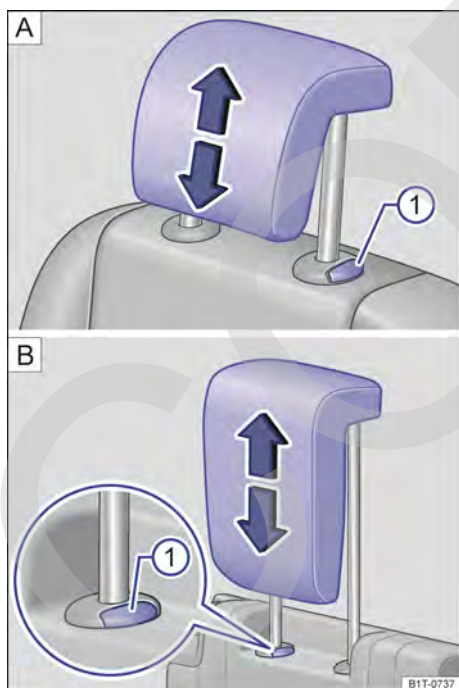

Fig. 95 Desmontaje de los apoyacabezas traseros: **A** Segunda fila de asientos, **B** tercera fila de asientos.
- Extraiga el apoyacabezas completamente a la vez que presiona la tecla → fig. 95 .